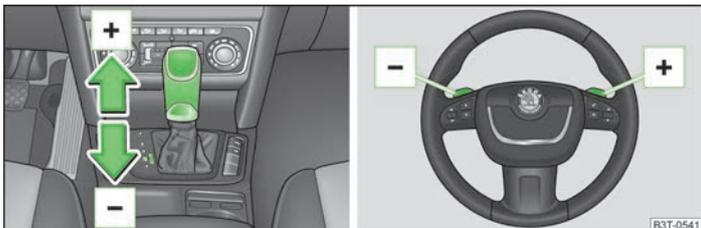

Abb. 127 Wählhebel und Multifunktionslenkrad
- Den Wählhebel nach vorn **+** » Abb. 127 tippen.
- Den Wählhebel nach hinten **-** » Abb. 127 tippen.